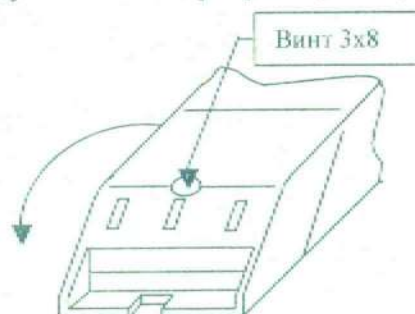

Рис. 2
3.4.1. Открыть боковые крышки. Для этого выкрутить стопорные винты, нажать на углы крышки и открыть ее в направлении, указанном на рисунке (Рис.2) стрелкой.